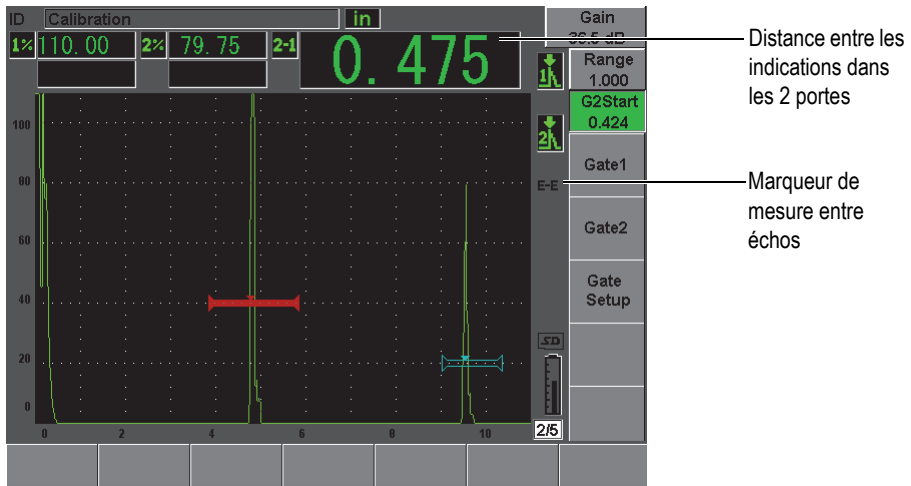

Figure 8-6 Exemple de mesure entre échos
2. Tel que montré dans l'exemple de la Figure 8-6 à la page 141, positionnez la porte 1 sur le premier écho, et puis positionnez la porte 2 sur le second écho. Le paramètre **Gate2 > Start** (Porte2 > Départ) définit la distance qui sépare la position de l'indication dans la porte 1 et le point de départ de la porte 2.